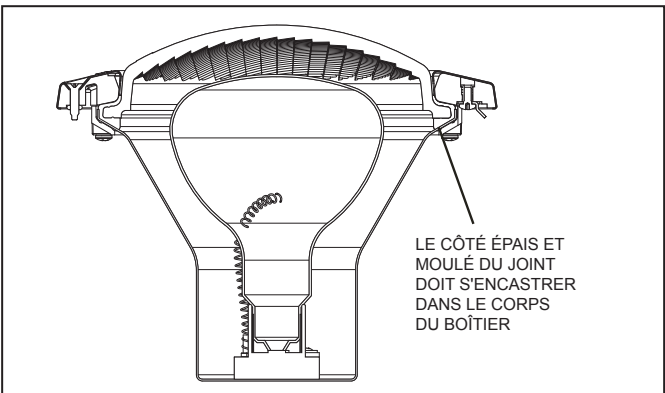

Figure 11. Vue en coupe de la lampe blanche de piscine Jandy
7. En maintenant la lampe debout, placez le verre de protection et le joint sur la lampe. Veuillez noter que le joint du verre de protection n'est pas symétrique. Il doit donc être installé de telle sorte que le verre soit monté de façon étanche sur le boîtier de la lampe. Placez le joint sur le verre de protection de telle sorte que le côté épais moulé du joint s'encastre dans le boîtier une fois le verre protecteur installé. Voir la Figure 11.